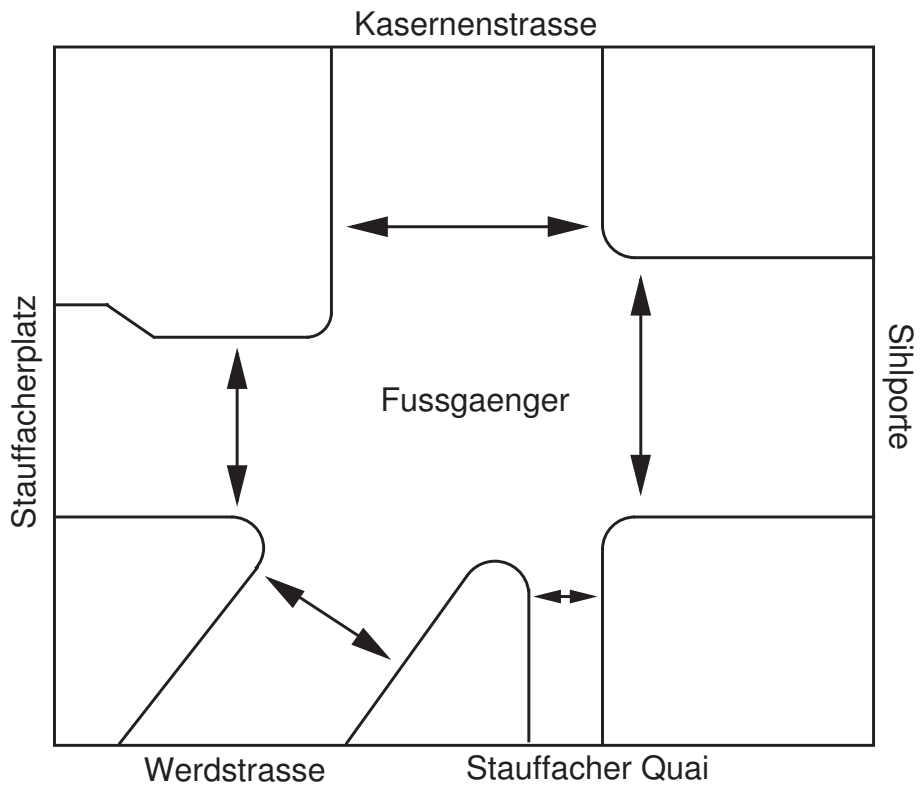

Abbildung 8: Grünlichtkombination 6.
- Alle Fussgängerstreifen werden zu einer einzigen Grünlichtkombination, Kombination 6, zusammengefasst (Abb. 8).
Z6	Grünlichtkombination 6 (Abb. 8)